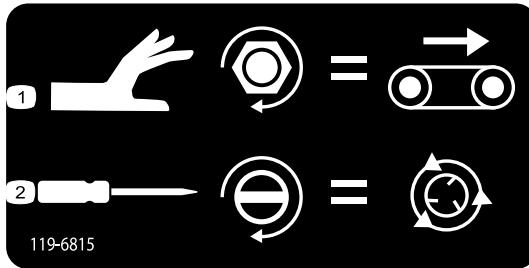

Figure 47
- Pour régler la vitesse de la bande transporteuse (Figure 47), tournez le bouton dans le sens horaire. Utilisez la vitesse maximum de la bande transporteuse indiquée par le système à code couleur quand il n'y a pas de débit hydraulique. Ce réglage est utile quand la trémie est pleine de sable.
- Pour régler la vitesse des distributeurs (Figure 47), utilisez un tournevis à lame plate pour tourner la vis dans le sens horaire pour augmenter la vitesse ou dans le sens antihoraire pour réduire la vitesse.